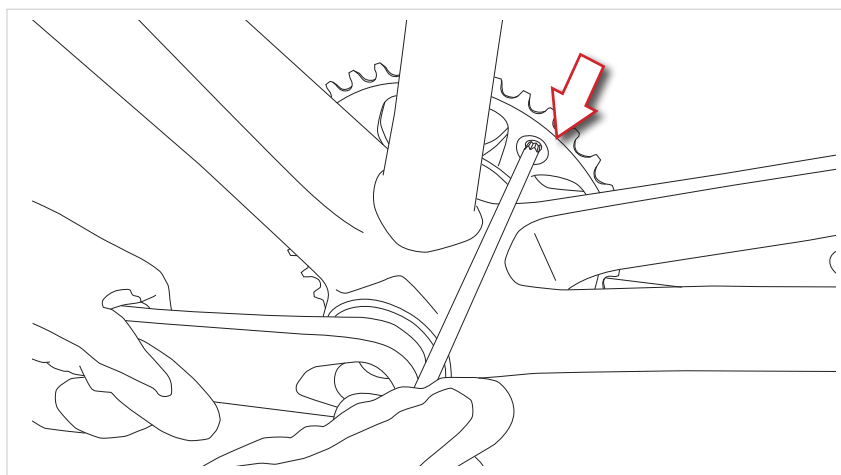

Fig.3
- Procediendo por el lado interior de la bicicleta, desenrosque los cuatro tornillos del plato con una llave Torx 30 (Fig.3).